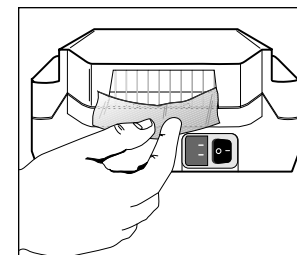

Figure 10
2. A chaque nettoyage hebdomadaire, enlever le filtre en mousse de son emplacement **Figure 10**.